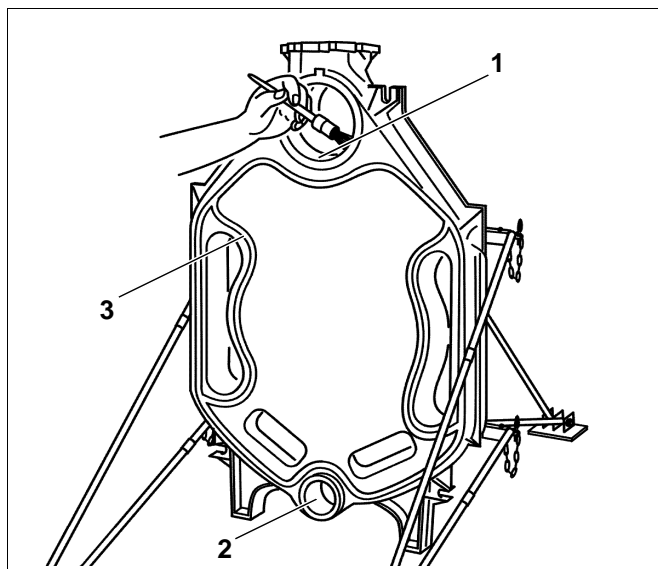

Fig. 10 Preparazione delle scanalature di tenuta e dei mozzi
- Qualora necessario, pulire le scanalature di tenuta con spazzola metallica e stracci (fig. 10, **pos. 3**).
- Pulire le superfici di tenuta dei mozzi (fig. 10, **pos. 1 e 2**) con stracci imbevuti di benzina.